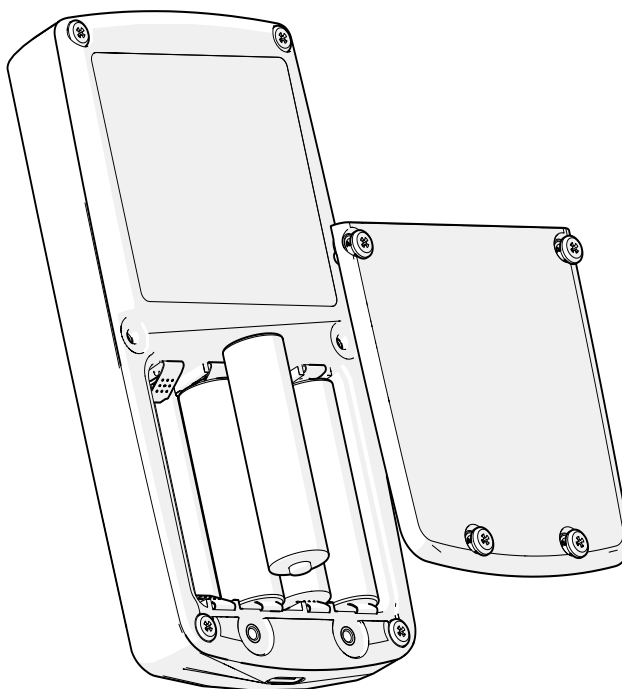

図 6-1: バッテリーの取り付け
1. Pozidriv ドライバーを使用して、バッテリーコンパートメントカバーを固定している非脱落型ネジを緩めます。関連項目図 6-1